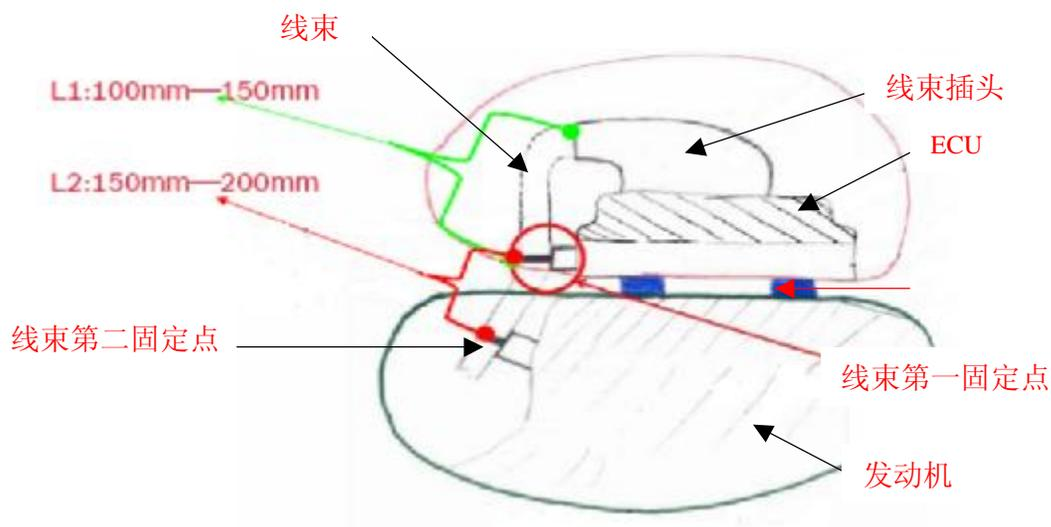

图 15 ECU 线束的固定示意图
- I ECU 线束的固定：从 ECU 引出的线束要首先在 100~150mm 内在 ECU 上进行第一次固定，保证线束和 ECU 的震动同步；其次从第一个固定点起 150~200mm 距离内，在发动机上找第二个固定的支点将其固定，保证 ECU 和线束同发动机体的震动同步，进而保护 ECU 和线束之间连接的安全可靠性。见图 15 所示。